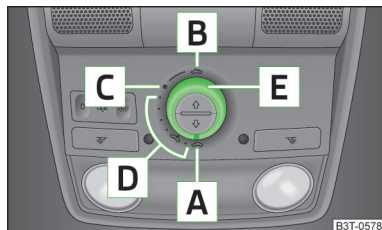
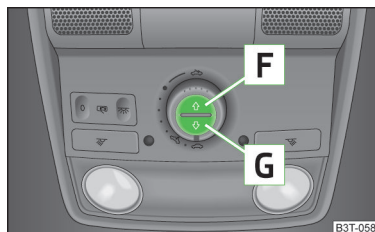

Fig. 47
Fig. 48
■ Si p. ej. se desembornó y se volvió a embornar la batería del vehículo, puede ocurrir que el techo corredizo/elevable esté fuera de servicio. Ponga entonces el conmutador giratorio en la posición de conmutación **A** » fig. 47 de la página 70, tire de éste y sujételo en el rebaje hacia abajo y hacia adelante. A los 10 segundos el techo corredizo/elevable se abre y se cierra de nuevo. Sólo después se debe soltar de nuevo el conmutador giratorio.
■ Si p. ej. se desembornó y se volvió a embornar la batería del vehículo, puede ocurrir que la cortinilla antisolar enrollable esté fuera de servicio. Gire el conmutador a la posición **A** » fig. 47 de la página 70, pulse y mantenga pulsada la tecla **G** » fig. 48 de la página 70. A los 10 segundos la cortinilla antisolar enrollable se abre y se cierra de nuevo. Sólo después se debe soltar de nuevo el conmutador giratorio.
➤ Gire el conmutador a la posición **C** » fig. 47.
Se puede abrir o cerrar la cortinilla antisolar enrollable con las teclas » fig. 48.
➤ Para abrir por completo pulse brevemente la tecla **F** » fig. 48.
➤ Para cerrar por completo pulse brevemente la tecla **G** » fig. 48.